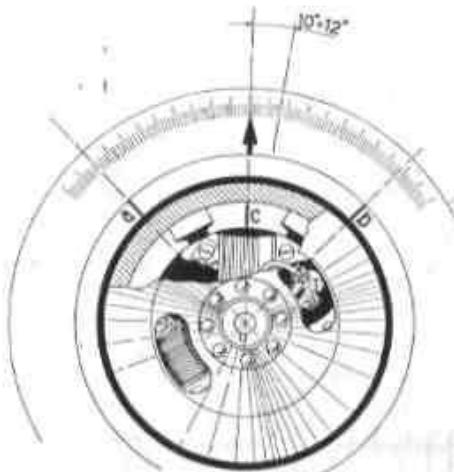

Fig. 39 - Controllo fasatura al banco prova
- 1) Nelle revisioni generali del volano (ad es.: sostituzione o magnetizzazione rotore), sostituzione camma; sostituzione bobine), disponendosi del banco prova volani, l'apertura contatti ruttore deve iniziare quando la mezziera della espansione polare opposta alla cava per chiavetta sopravanza la mezziera della bobina A.T. di $10^{\circ} + 12^{\circ}$ (fig. 39). L'utilità minima con tale angolo deve risultare la seguente:
- 2) Nella verifica dei volani e nelle revisioni parziali (ad es.: sostituzione ruttore su volani da lungo in uso, e quindi di media efficienza), qualora non si disponga di banco prova e non si possa quindi rilevare l'utilità, occorre controllare che l'apertura contatti ruttore inizi quando l'estremità della bobina per A.T. dista dall'espansione polare indicata nel dettaglio della fig. 39 del valore ivi prescritto.